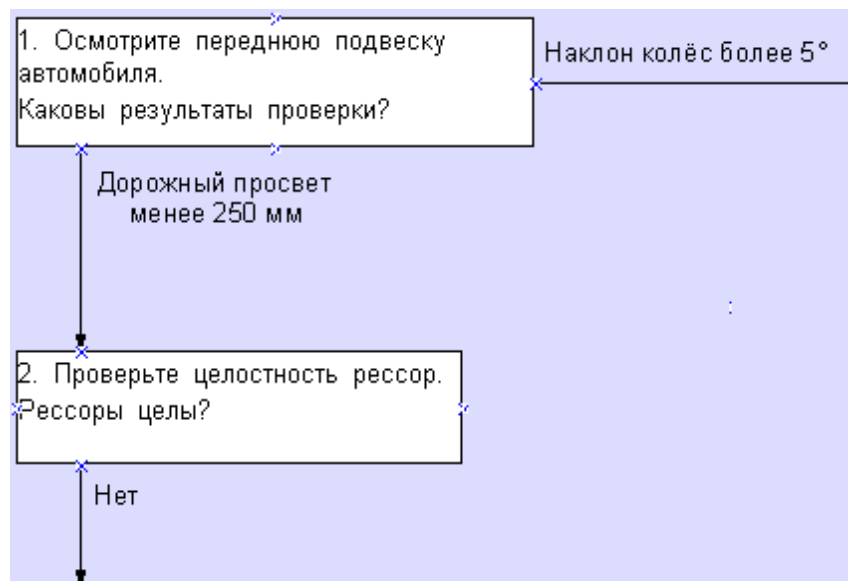

Рисунок 874
9) Для ввода текста ответа на вопрос 2 шага щелкните два раза левой кнопкой мыши по надписи ответа (*) или в контекстном меню выберите команду **Редактировать ответ**. Введите текст ответа (рисунок 874).